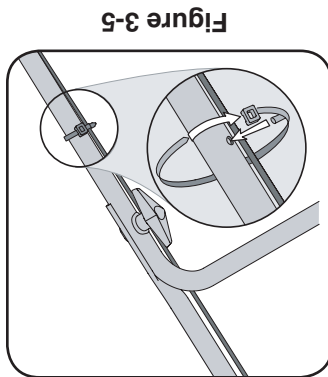

Figure 3-5
5. Entoncez les taquets des attache-câbles dans les trous aménagés dans le guidon intérieur. Serrez l'attache-câble et coupez le surplus. Voir la Figure 3-5.